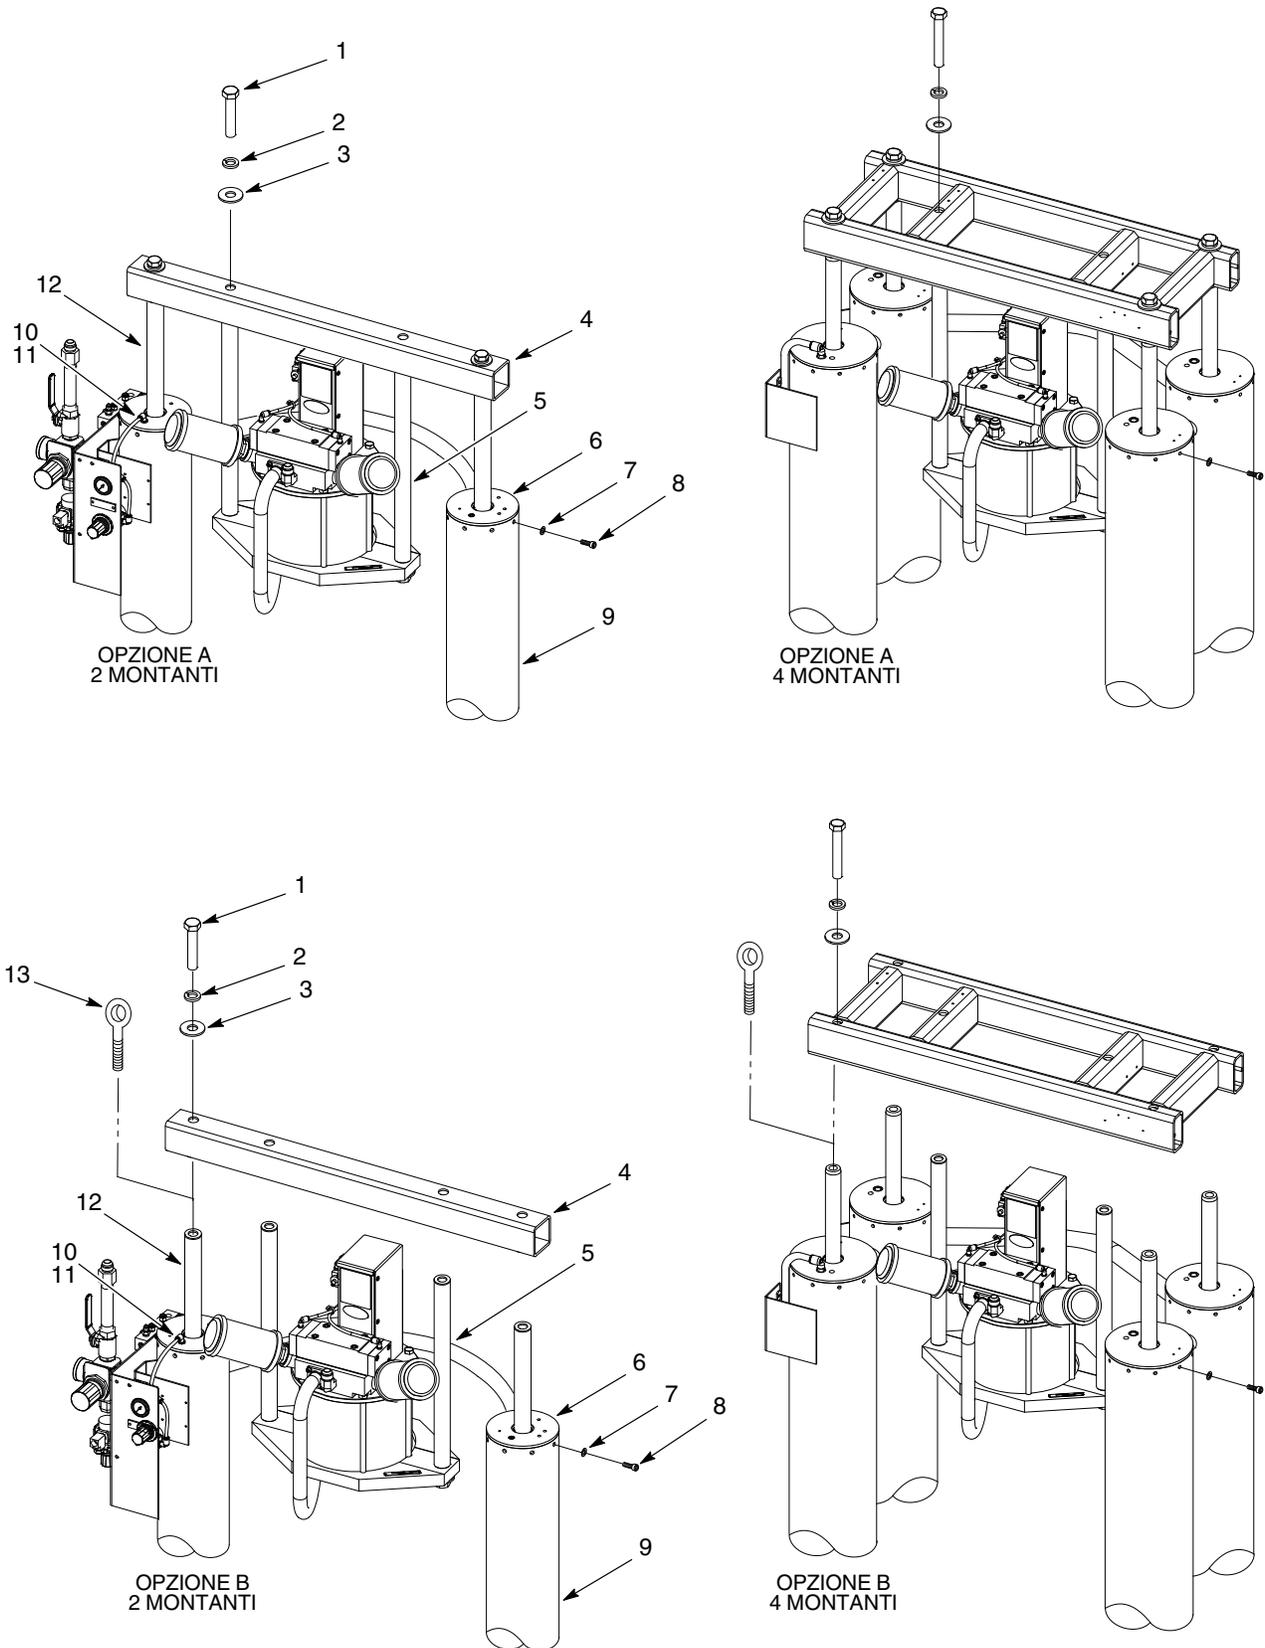

Figura 2 Rimozione degli alberi dei cilindri
Vedi figura 2. Ci sono due modi per rimuovere gli alberi dei cilindri: assieme o separatamente. Eseguire la procedura desiderata.
1. Vedi figura 2, opzione A. Assicurarsi che il tubo (10) sia scollegato dal raccordo (11).
2. Togliere le viti (1), le rondelle elastiche di sicurezza (3) e le rondelle piatte (3) che fissano la barra sopraelevata (4) alle aste di montaggio (5).
3. Togliere le viti senza dado (8) e le rondelle (7) dai cilindri pneumatici (9). Prendere nota dell'orientamento delle teste dei (6).
4. Applicare il dispositivo di sollevamento alla sezione mediana della barra sopraelevata (4) e contemporaneamente rimuovere gli alberi dei cilindri (12) dai cilindri pneumatici (9).
1. Vedi figura 2, opzione B. Assicurarsi che il tubo (10) sia scollegato dal raccordo (11).
2. Togliere le viti (1), le rondelle elastiche di sicurezza (3) e le rondelle piatte (3) che fissano la barra sopraelevata (4) alle aste di montaggio (5) e agli alberi dei cilindri (12).
4. Avvitare il bullone ad occhiello da $\frac{7}{8}$ -14 nell'albero del cilindro (12). Applicare il dispositivo di sollevamento al bullone ad occhiello. Con il dispositivo di sollevamento rimuovere l'albero del cilindro dal cilindro pneumatico (9). Rimuovere i restanti alberi dei cilindri nello stesso modo.
- rondelle piatte (14)
- rondelle elastiche di sicurezza (15)
- vite dell'albero (16)
5. Stringere ogni vite (16) a 250 ft-lb (339 N•m).
6. Lubrificare la guarnizione del pistone (11) con lubrificante per o-ring.
7. Inserire con cautela l'albero del cilindro (7) nel cilindro pneumatico (19) finché esce dal basso. Montare l'altro albero del cilindro nello stesso modo.
8. Orientare le teste dei cilindri (4) in base alle note prese durante lo smontaggio.
9. Montare ogni testa del cilindro (4) in un cilindro pneumatico (19). Montare le rondelle (17) e le viti senza dado (18) in ciascun cilindro. Serrare tutte le viti (16) a 10-15 ft-lb (14-20 N•m).
10. Collegare i tubi dell'aria (20) ai raccordi (21).
11. Montare qualsiasi dispositivo o braccio che era stato smontato dalla sommità della testa del cilindro (4).
12. Vedi figura 2, opzione B. Applicare Loctite 242 sui filetti delle viti (1). Montare la barra sopraelevata (4) sugli alberi dei cilindri (12) e le aste di montaggio (5) usando le viti, le rondelle elastiche di sicurezza (2) e le rondelle piatte (3). Stringere le viti a 250 ft-lb (339 N•m).